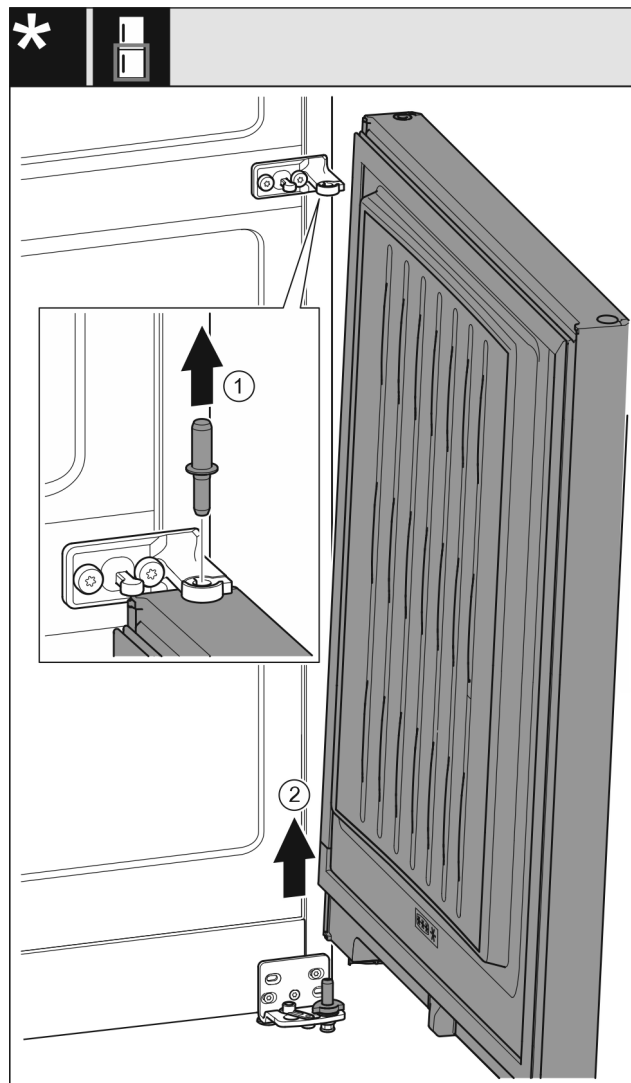

Fig. 8
- ▶ Sornike izvlcite v smeri navzgor. Fig. 8 (1)
- ▶ Vrata obrnite navzven, jih povlecite navzgor in postavite na stran. Fig. 8 (2)